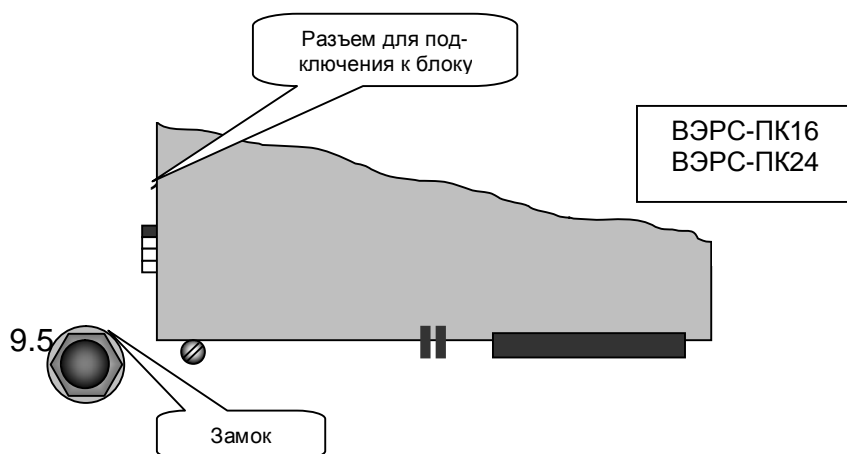

Рис.1
9.4. Установка блоков «ВЭРС-БРУ» (см. рис. 1):
Варианты подключения блока к приборам приведены на рис.1.